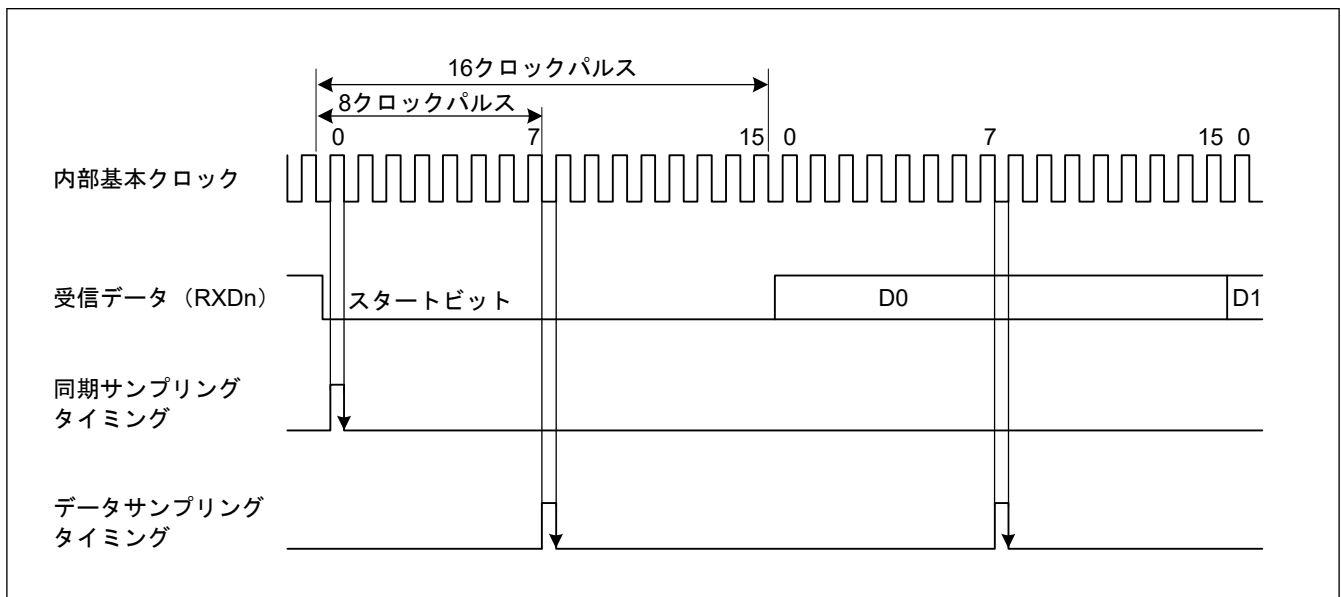

図 26.4 調歩同期式モードでの受信データサンプリングタイミング
また、図 26.4 に示すように、受信データは基本クロックの 8 パルス目(注1)の立ち上がりエッジでサンプリングされるため、各ビット (サンプリング時間を調整しない場合 (SPTR.ASEN = 0)) の途中でデータが取り込まれます。調歩同期式モードでの受信マージンは以下の式 (1) のように表すことができます。
スタートビットの決定条件は、Low 状態がビットの中間点より後ろまで続くことです。サンプリングタイミングと同様です。図 26.4 では、スタートビットを検出するためには Low 状態が 8 サイクルより長く続く必要があります。Low 状態が 8 サイクルより長く続かなかつた場合は、IP はこれをノイズと判断します。したがって IP はスタートビットの受信待機をしません。